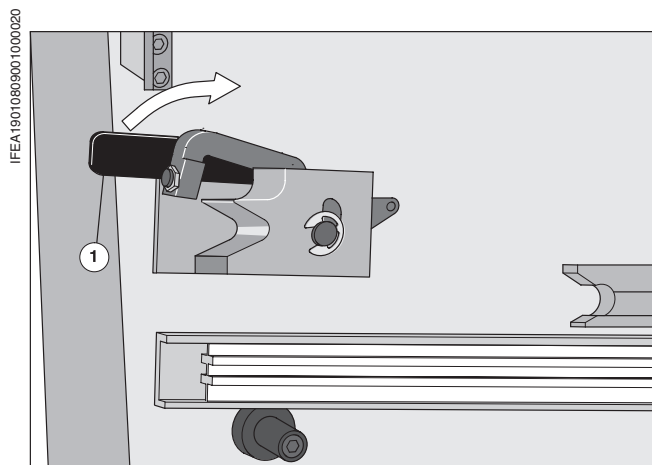

Рис. 59 Фиксация выдвижного блока нумератора
- ❶ Выдвижной блок нумератора вытянуть до упора.
- ❷ Ослабить крепежный винт нумераторных головок.
- ❸ **Нумераторные головки передвинуть** на посадочных кольцах на необходимую величину.
- ❹ После передвижения снова затянуть крепежный винт нумераторных устройств.
- ❺ Машину с помощью кривошипной рукоятки установить на $228,0^\circ$.
- ❻ Защелкнуть собачку приводной шестерни выдвижного блока нумератора.
- ❼ Выдвижной блок нумератора осторожно задвигать в машину, пока шестерни не войдут в зацепление.
- ❽ Блокировочный рычаг на стороне привода (Рис. 59/❶) и на стороне обслуживания нажать до упора в сторону самонаклада.